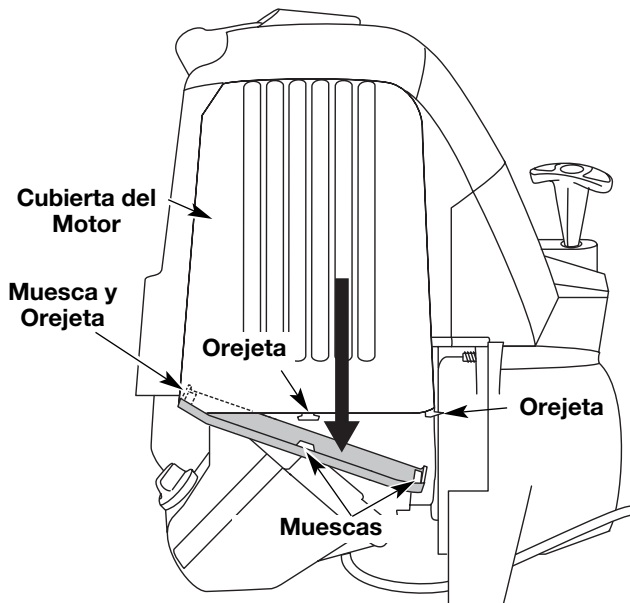

Fig. 39
1. Retire la cubierta del silenciador presionando la esquina con un destornillador de vástago plano (Fig. 39). Deslice las muescas a los lados de la cubierta del silenciador sobre las orejetas de la cubierta del motor y retire.
13. Vuelva a colocar la cubierta del silenciador. Deslice las muescas a los lados de la cubierta del silenciador sobre las orejetas de la cubierta del motor y enganche en su lugar (Fig. 39).